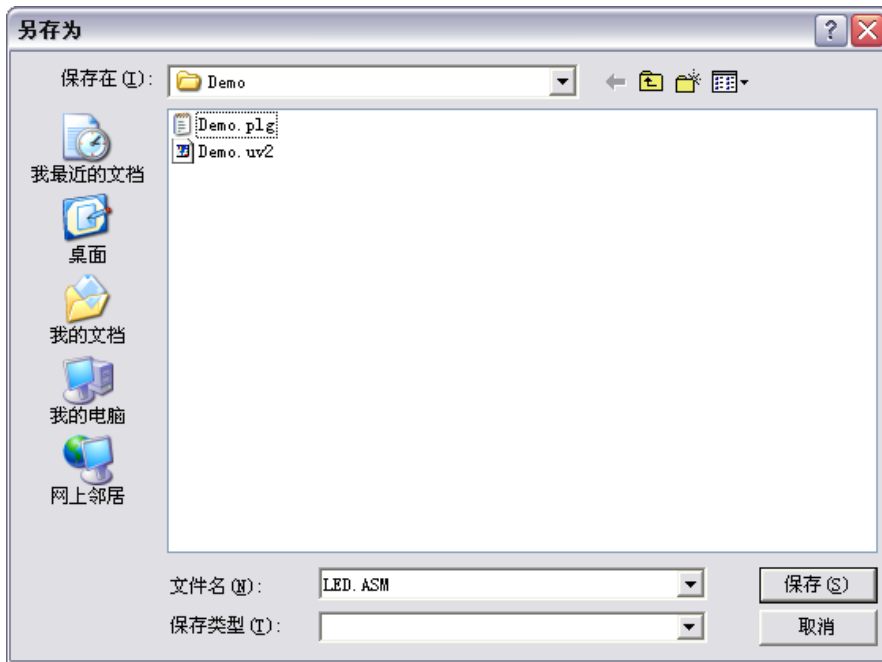

图 3.4
6) 执行菜单“File | New...”，出现一个名为“Text 1”的文档。接着执行菜单“File | Save”，弹出一个名为“Save As”的对话框。将文件名改为“LED.ASM”，然后保存，参见图 3.4。